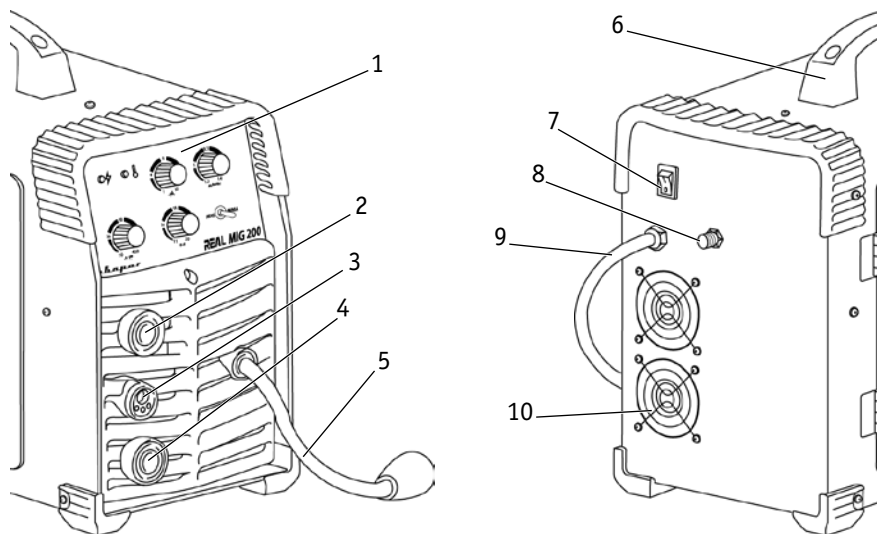

Рис. 6.1. Вид спереди и сзади.
2. Подсоедините газовый шланг к газовому разъему аппарата п. 2 (См. рис. 6.1 и рис 9.3) и к газовому редуктору, присоединенному к баллону. При подключении баллон и редуктор должны быть закрыты. Система газоснабжения, состоящая из газового баллона, редуктора и газового шланга должна иметь плотные соединения (используйте винтовые хомуты), чтобы обеспечить надежную подачу газа и защиту сварочного шва.